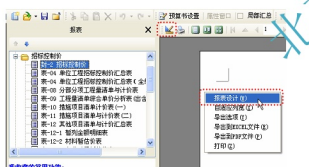
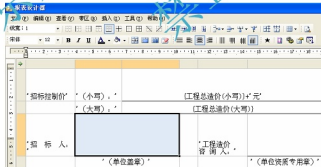

图 3.64 报表设计
图 3.65 报表设计器
- (2) 进入报表界面，选择招标控制价，单击需要输出的报表，右键选择报表设计，如图 3.64 所示，或直接用鼠标单击报表设计器，如图 3.65 所示，进入报表设计器，调整列宽及行距。